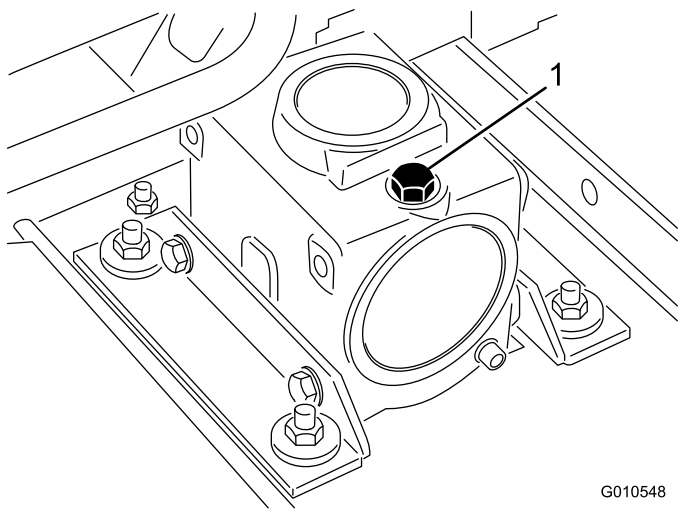

Figura 18
2. Retire a vareta/tampão de enchimento da parte superior da caixa de velocidades (Figura 18) e verifique se há lubrificante entre as marcas da vareta. Se o nível de lubrificante estiver baixo, adicione lubrificante suficiente até o nível ficar entre as marcas.